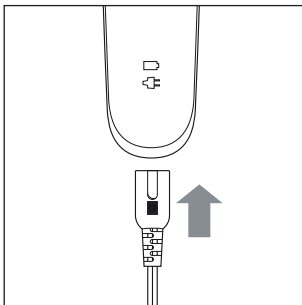

Bild 1
- 2) Koppla strömadapterns **8** ihåliga kontakt **9** till produkten (se bild 1).